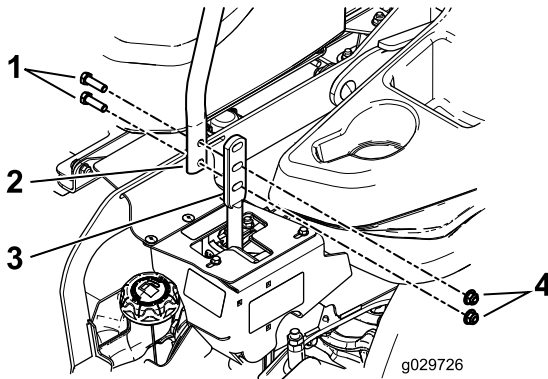

Figura 89
3. Afloje los pernos y las tuercas con arandela prensada de las palancas (Figura 89).
4. Alinee las palancas en el sentido adelante/atrás acercándolas a la posición de PUNTO MUERTO, y moviéndolas hasta que estén alineadas; luego apriete los pernos (Figura 89).